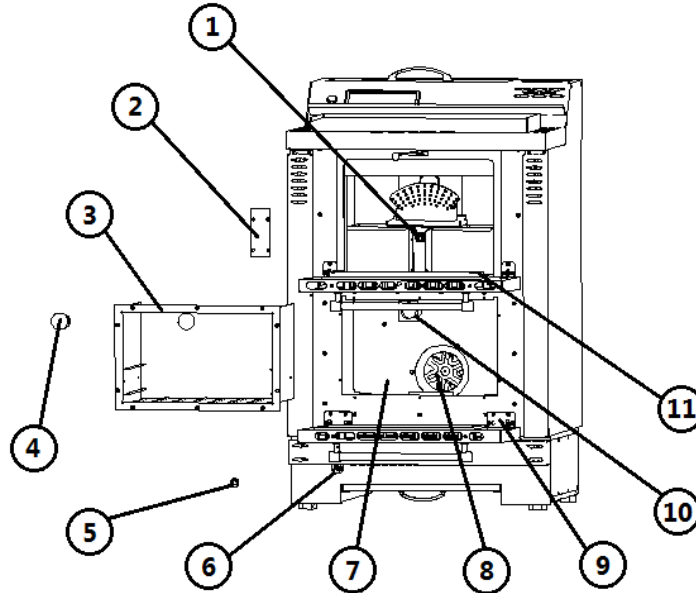

Fig. 35 - Vista frontale
LEGENDA Fig. 35 a pag. 34
- Svitare le 4 viti del coperchio candeletta (vedi **Fig. 35 a pag. 34**).